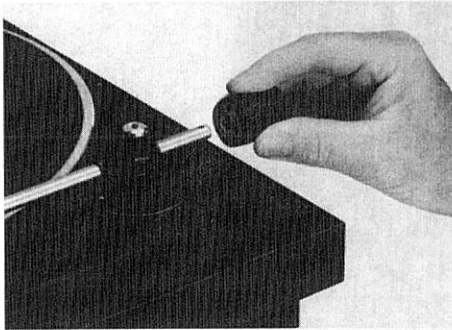

Fig. 4
2. Tonarm-Balancegewicht **3** auf den Tonarm drehen (Fig. 4). Tonarm entriegeln und über die Tonarmablage nach innen schwenken. Lifthebel **5** in Stellung ▼ bringen. Dabei Tonarm festhalten.